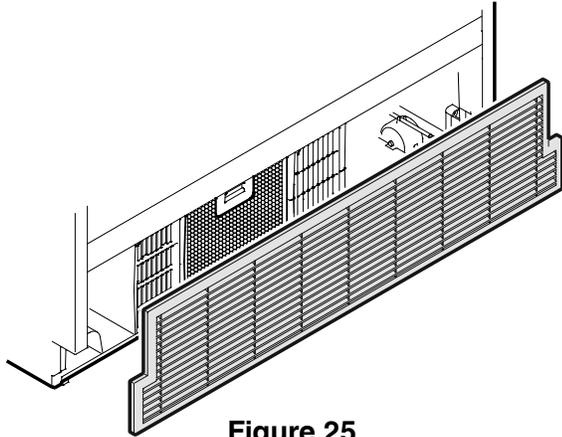

Figure 25
- Ouvrir le tiroir inférieur du congélateur et retirer la grille de ventilation en la tirant vers l'avant - **Figure 25**.